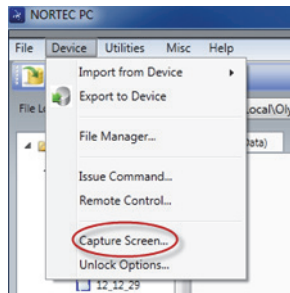

Abbildung 6-6 Menü Device von NORTEC PC
3. Wählen Sie im Menü **Device** die Option **Capture Screen** aus (siehe Abbildung 6-6 auf Seite 325).